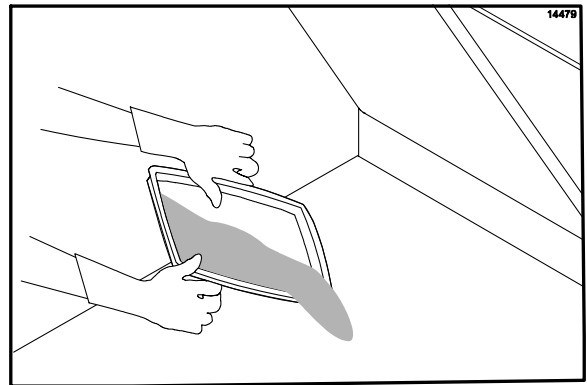

Figure 105
37. Verser le restant de **nettoyant grill McD haute température (HTGC)** sur la surface inférieure du grill (Cf. Figure 105).